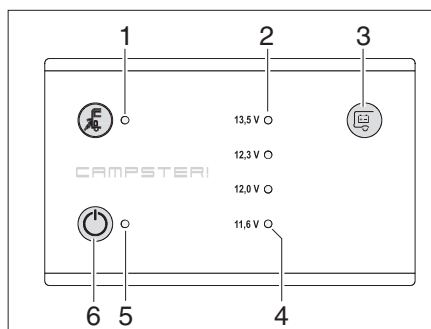

Figura 74 Panel LT 104
Con la tecla táctil (Figura 74,3) se puede visualizar la tensión de la batería del habitáculo.
Los LEDs de control (Figura 74,2) visualizan la tensión de la batería.
- El LED de advertencia rojo (Figura 74,4) se enciende: Tensión de la batería por encima de 11,6 V
El LED de advertencia rojo (Figura 74,4) se enciende tan pronto como el voltaje de la batería del habitáculo es sólo de 11 V (medición durante la operación), lo que amenaza la descarga total.
El interruptor principal de 12 V (Figura 74,6) conecta y desconecta el panel y la alimentación de 12 V del habitáculo.
Conectar: ■ Tocar la tecla táctil (Figura 74,6): La alimentación de 12 V del habitáculo está conectada. La luz de control de 12 V (Figura 74,5) se enciende verde.
Desconectar: ■ Tocar la tecla táctil (Figura 74,6) de nuevo: La alimentación de 12 V del habitáculo está desconectada. La luz de control de 12 V (Figura 74,5) se apaga.
Se enciende la luz de control de 12 V (Figura 74,5) cuando se conecta el interruptor principal de 12 V (Figura 74,6).
La luz de control de 230 V amarilla (Figura 74,1) se enciende cuando hay tensión de red en la entrada del bloque eléctrico.